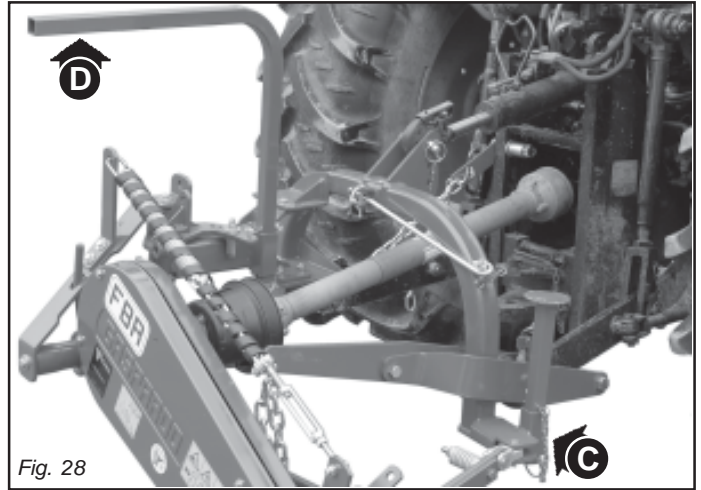

Fig. 28
- Die zwei Stützen Bild (C und D, Abb. 28) abziehen und in umgekehrte Position in den gleichen Löchern wieder einstecken.